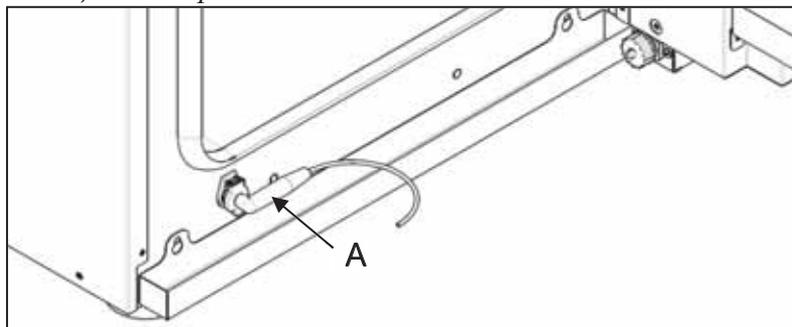

Рис.15
*Штырь зонда необходимо вставить в специальное гнездо, обеспечив, чтобы рукоятка разъема зонда была расположена так, как показано на рис. 15, чтобы она не цеплялась металлической конструкцией закрывающейся двери.*